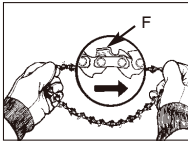

Fig. 3D
7. Distendere la catena con gli spigoli di taglio (F) rivolti in DIREZIONE DELLA ROTAZIONE (Fig. 3D).